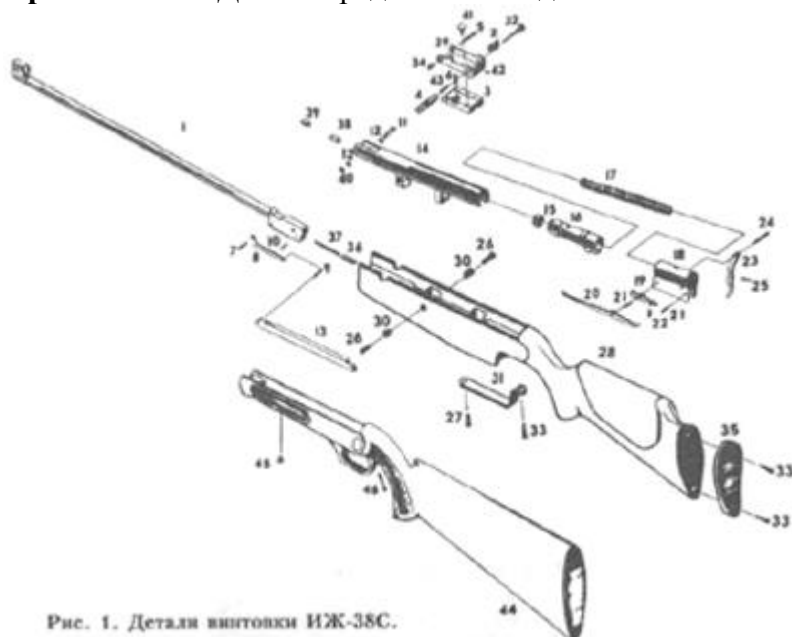

Рис. 1. Детали винтовки ИЖ-38С.
- 1) отверните винты ложи 26 (45) и 27 (46), отделите ложу 28 (44) (см. рис. 1);